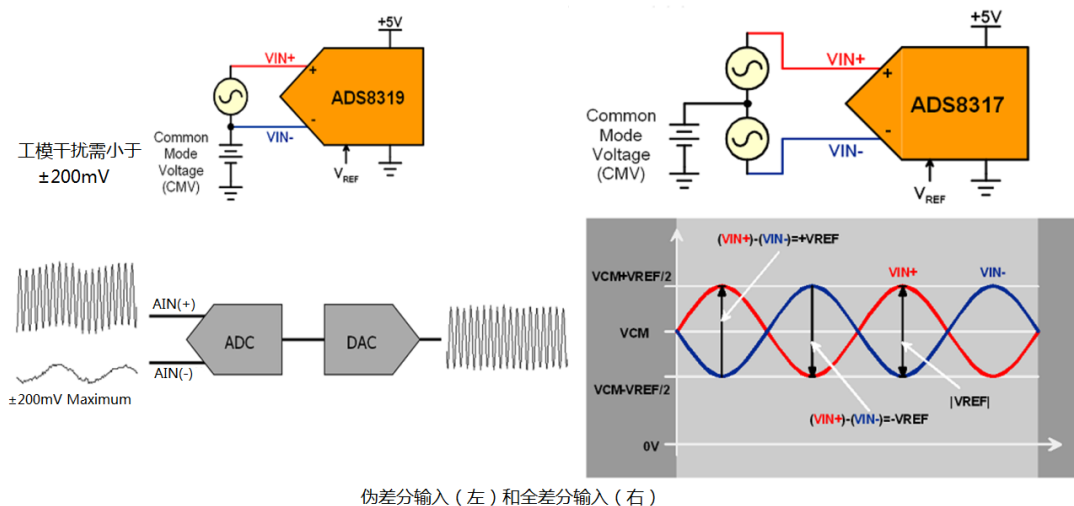

图 18.21 伪差分输入和差分输入示意图
AIN-但是基本上只能连在地上抑制“微弱”共模干扰用。如图 18.21 所示，ADS8319 应用示意图。
- 3) 全差分输入 (Fully-differential) : AIN-与 AIN+的输入范围和特性一致，能抑制“大幅度”共模信号。如图 18.21 所示，ADS8317 应用示意图。